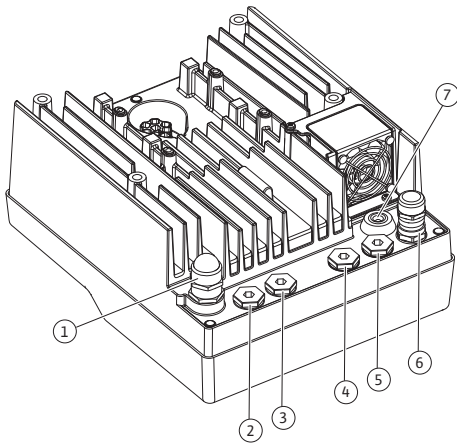

Fig. 19: Prensa-fios/passagens de cabos
4. Passar o cabo de ligação de rede através do prensa-fios M25 (Fig. 19, pos. 1). Apertar o prensa-fios com os torques indicados.